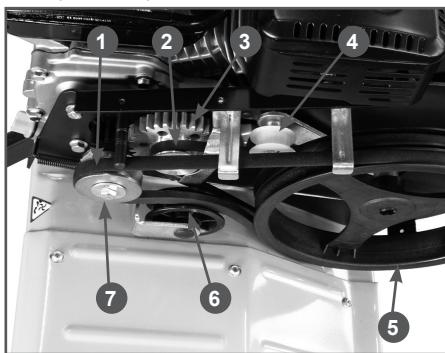

Рис. 27 Обслуживание ремней привода
- Снимите ремень 1 переднего хода со шкивов вала двигателя 7 и редуктора 5 (Рис. 27).
4. Снимите ремень 2 заднего хода со шкивов шестерни 3 заднего хода и редуктора 5 (Рис. 27).